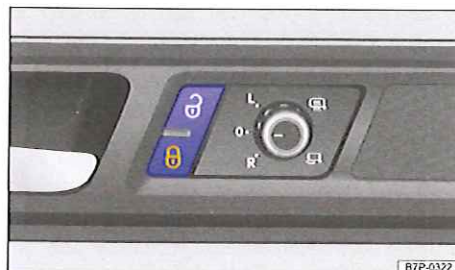

Fig. 36 Dans la porte du conducteur : touche de verrouillage centralisé.
Si vous actionnez plusieurs fois de suite et en l'espace d'un court instant les touches intégrées à la clé du véhicule → fig. 30 ou l'une des touches de verrouillage centralisé → fig. 36, le verrouillage centralisé se désactive pendant un bref instant afin d'éviter toute surcharge. Le véhicule est alors déverrouillé pendant environ 30 secondes. Si, au cours de ce laps de temps, vous n'ouvrez ni la porte ni le capot arrière, le véhicule se verrouille de nouveau automatiquement.
**Appuyez sur la touche → fig. 36 :**
- Le témoin de contrôle  intégré à la touche s'allume en jaune → fig. 36 lorsque toutes les portes sont fermées et verrouillées.
Si, le véhicule étant à l'arrêt, vous retirez la clé ou appuyez sur la touche  → fig. 36 lorsque le déverrouillage automatique est activé → page 58, le véhicule se déverrouille.